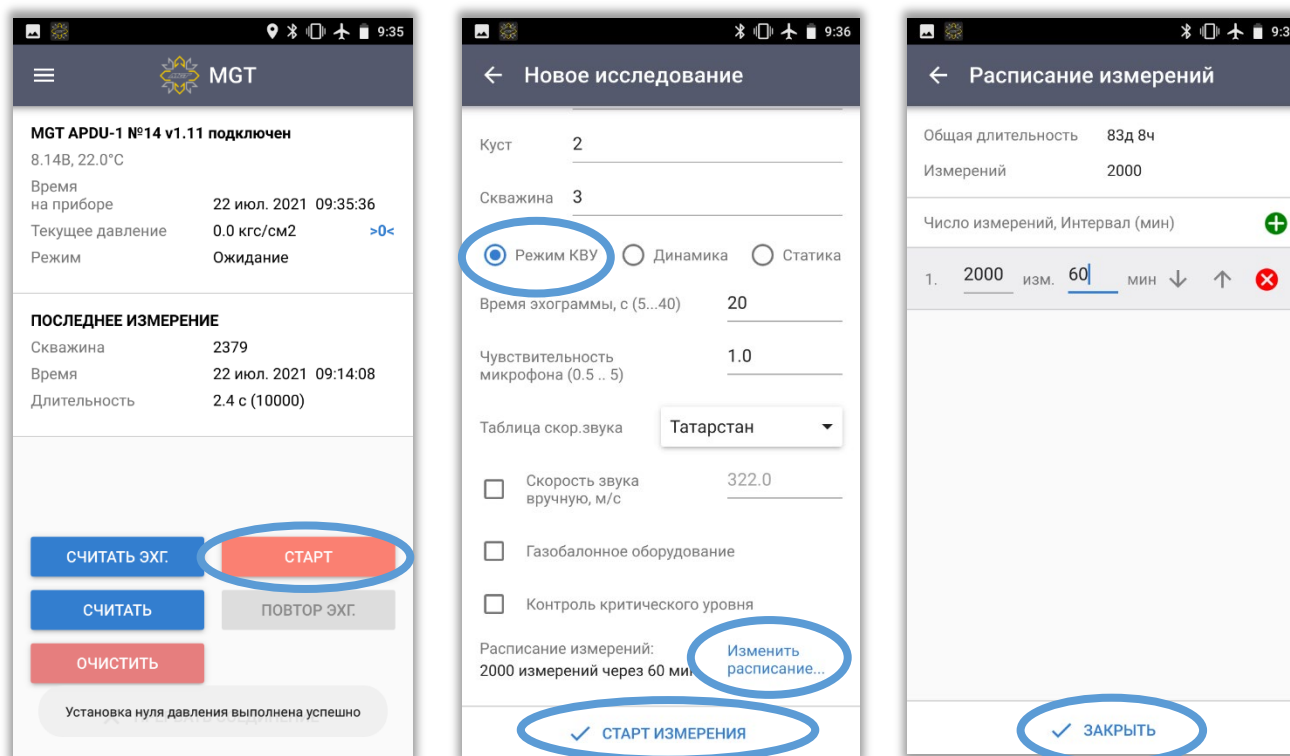

рис.15
2) В открывшемся окне «**Расписание измерений**» выберите необходимое количество измерений и временной интервал, с которым датчик должен производить запись (например, 2000 измерений каждые 60 минут). (рис.15)
4) Нажмите «**Старт измерения**». (рис.15)